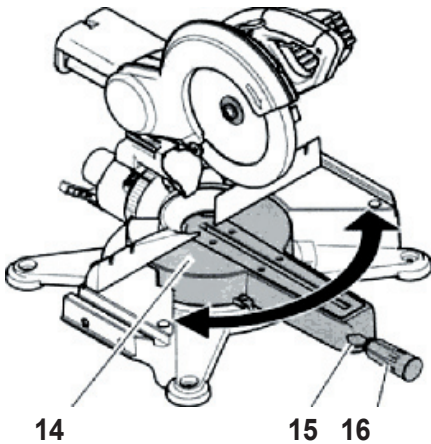

Рис. 3
5.2.2. Розрізання під кутом (Рис. 3, 4).